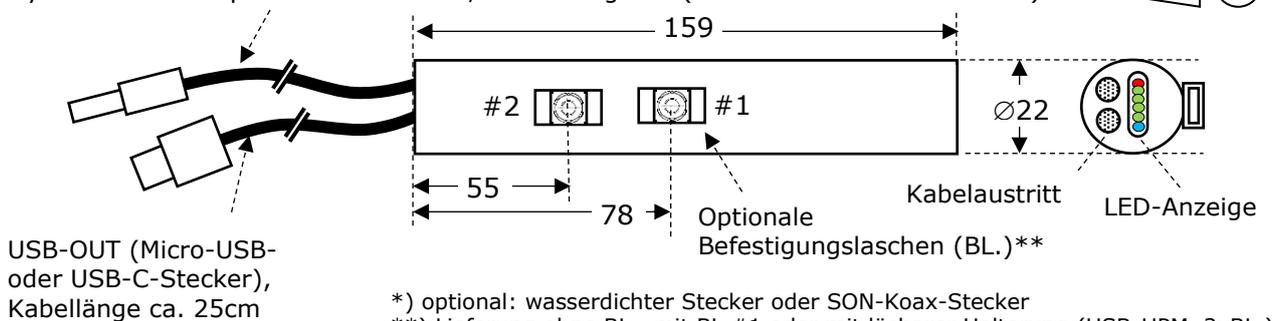

Bild 5: Abmessungen und Anschlüsse (nicht maßstabsgerecht, Maße in mm)
- ⁴⁾ 1 Clip, drehbar (sh. Bild 5), bitte nur im Uhrzeigersinn drehen, keinesfalls die Schraube lösen; 2 Clips nur für lösbare Halterung USB-HPM
Entfernen Sie keinesfalls selbst die Befestigungslasche (Bild 5). Die Schraube fällt ins Innere des Harvesters und kann Kurzschlüsse verursachen. Die Befestigungslasche ist drehbar, bitte nur im Uhrzeigersinn drehen, keinesfalls die Schraube lösen.